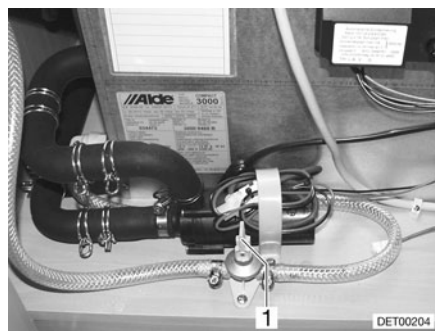

Fig. 204 Llave de desagüe
- Abrir las llaves de desagüe. Colocar para ello el balancín (Fig. 204,1) en posición vertical.